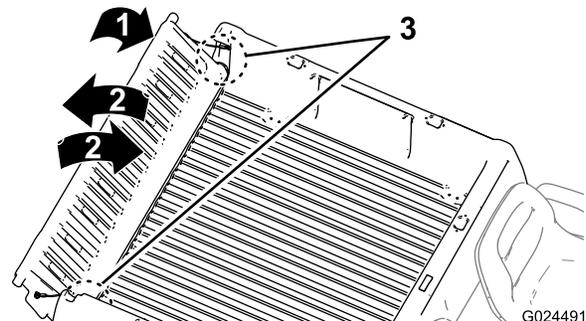

Figure 13
2. Faites pivoter le hayon à environ 45° (Figure 13).
3. Faites pivoter le hayon d'avant en arrière en l'agitant légèrement quelques secondes (Figure 13).